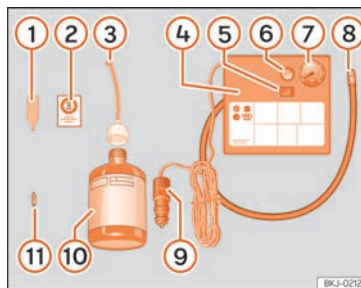

Abb. 31 Prinzipdarstellung: Bestandteile des Pannensets.
Das Pannenset befindet sich im Gepäckraum unter dem Bodenbelag. Es besteht aus folgenden Bestandteilen »» **Abb. 31:**
- Ventilkappe und Ventileinsatz vom Reifenventil abschrauben. Verwenden Sie den Ventileinsatzdreher »» **Abb. 31** ① zum Heraus-schrauben des Ventileinsatzes. Legen Sie den Ventileinsatz auf einem sauberen Untergrund ab.
- Reifendichtmittelflasche kräftig schütteln »» **Abb. 31** ⑩.
- Schrauben Sie den Einfüllschlauch »» **Abb. 31** ③ auf die Dichtmittelflasche. Die Folie am Verschluss wird automatisch durchstoßen.
- Verschlussstopfen vom Einfüllschlauch »» **Abb. 31** ③ entfernen und das offene Ende ganz auf das Reifenventil stecken.
- Ventileinsatz mit dem Ventileinsatzdreher »» **Abb. 31** ① wieder in das Reifenventil schrauben.
- Schrauben Sie den Reifenfüllschlauch »» **Abb. 31** ⑧ des Luftkompressors fest auf das Reifenventil.
- Prüfen Sie, ob die Luftablassschraube »» **Abb. 31** ⑥ zuge dreht ist.
- Stecker »» **Abb. 31** ⑨ in die 12 Volt-Steckdose des Fahrzeugs stecken »» **Seite 146**.
- Schalten Sie den Luftkompressor mit dem EIN- und AUS-Schalter »» **Abb. 31** ⑤ ein.
- Kleben Sie den Aufkleber »» **Abb. 31** ② im Sichtfeld des Fahrers auf das Kombi-Instrument.
Den Reifenfüllschlauch »» Abb. 31 ⑤ wieder anschließen und den Reifenfülldruck an der Reifenfülldruckanzeige ⑥ ablesen.